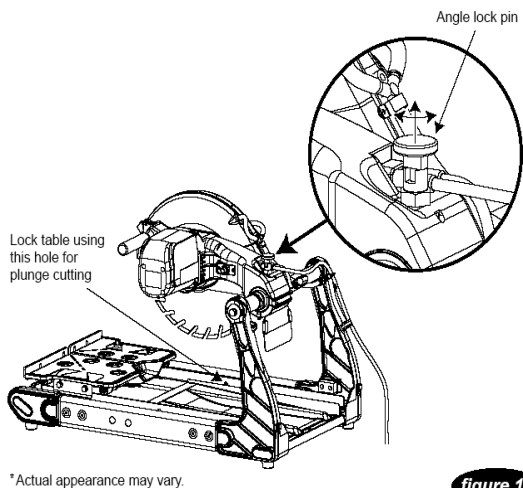

figure 13
- 3b. Pour sécuriser le déverrouillage, tournez la tête de 90 degrés de manière à ce que la tête de la tige dépasse. Pour la coupe de petites briques, il est possible de bloquer la table de coupe en position de coupe plongeante afin de faciliter le travail. (Voir la figure 13)
5. Pour les coupes plongeantes, bloquez la table en position centrale sur le rail. (Voir les figures 13 et 16)
6. Déverrouillez la tête de coupe. À cet effet, tirez la tige de blocage d'angle. Placez la tête dans une position relevée à 90 degrés. (Voir la figure 13)
1. Pour les coupes plongeantes, bloquez la table en position centrale sur le rail. (Voir les figures 13 et 16)
2. Déverrouillez la tête de coupe. À cet effet, tirez la tige de blocage d'angle. Placez la tête dans une position relevée à 90 degrés. (Voir la figure 13)